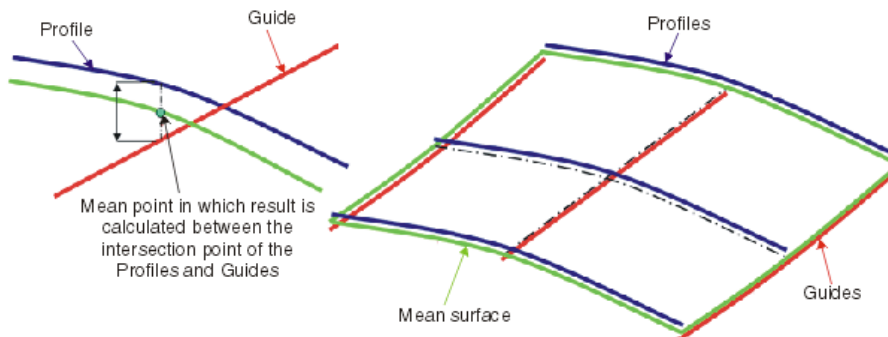

Figura 2.121 Explicación de Adjust- Mean.
- **Mean:** el resultado se calcula a través del punto "medio" entre la intersección de todos los perfiles y guías, con el objetivo en lograr la interpolación más suave en ambas direcciones U y V (Figura 2.121).